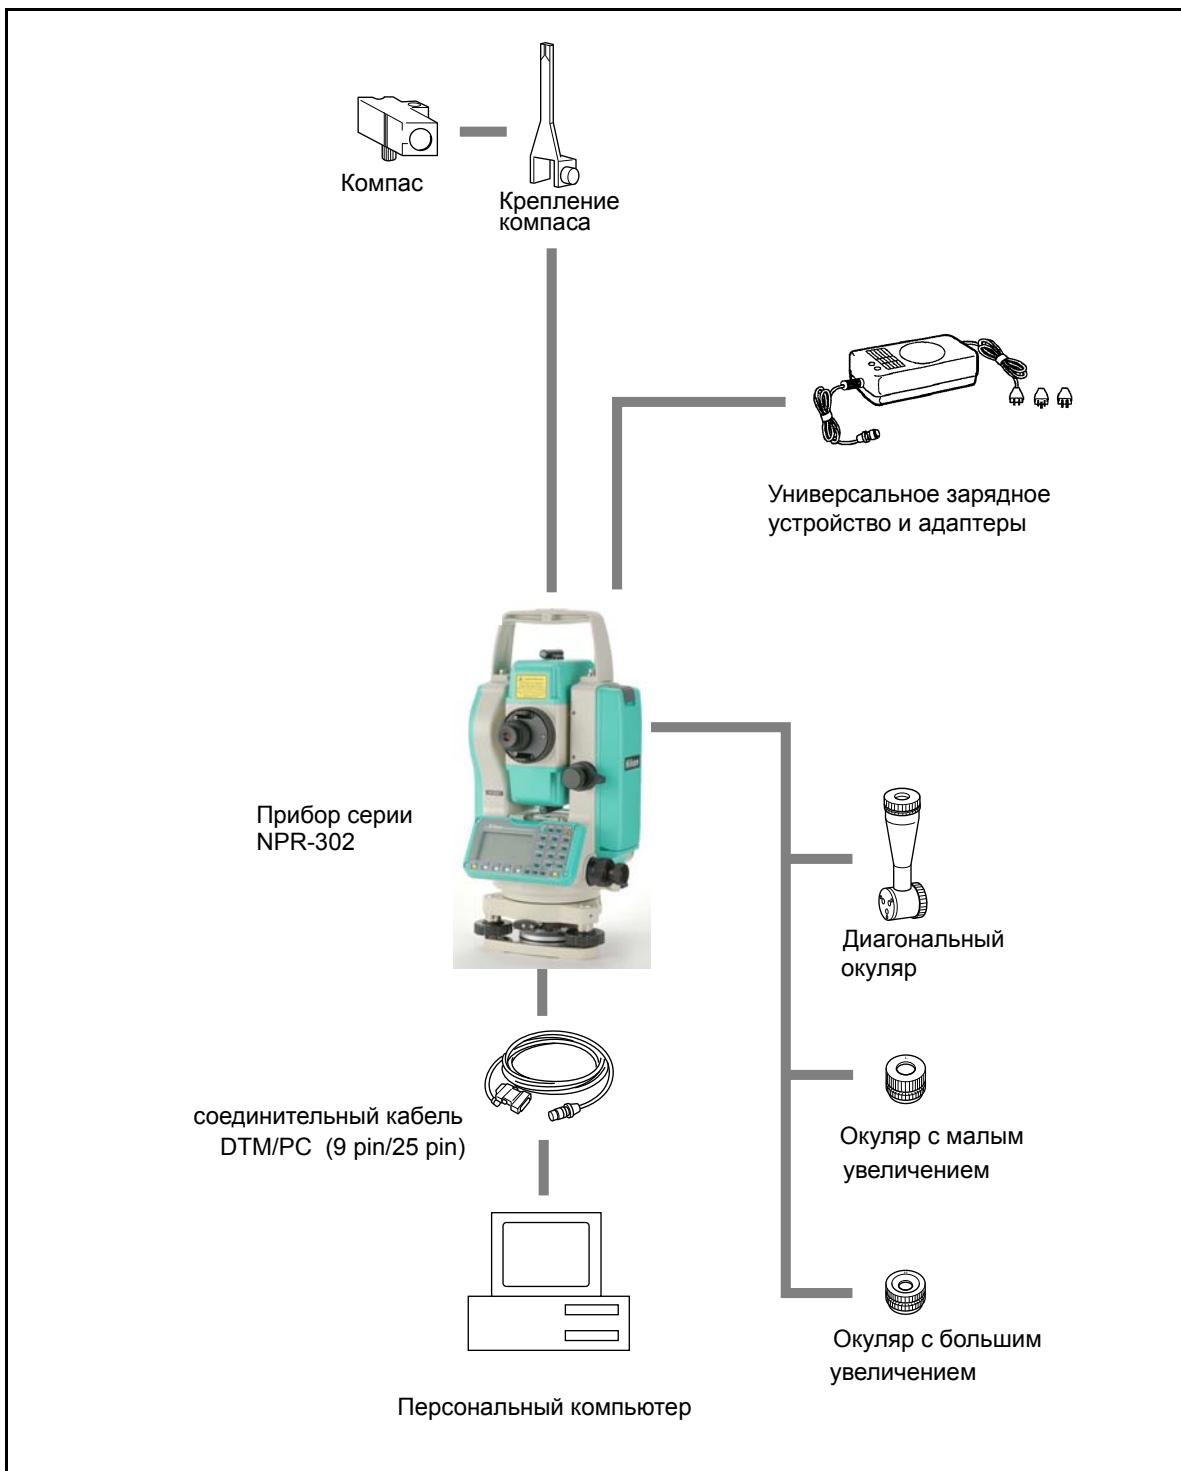

Рисунок 8.1 Компоненты измерительной системы
**ПРЕДОСТЕРЕЖЕНИЕ –** Соединения, не показанные на Рис. 8.1 на стр. 160 являются опасными для соединяемых приборов, используйте их на свой собственный риск.